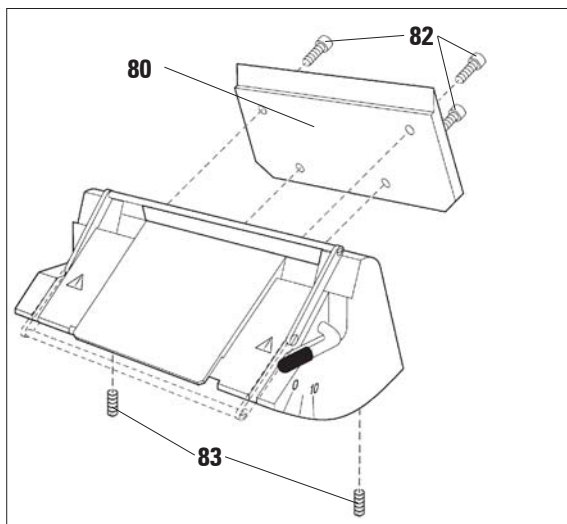

Fig. 29
La plaque de pression arrière (80) repose sur deux boulons filetés (83, fig. 29) utilisées pour ajuster la hauteur et le parallélisme.